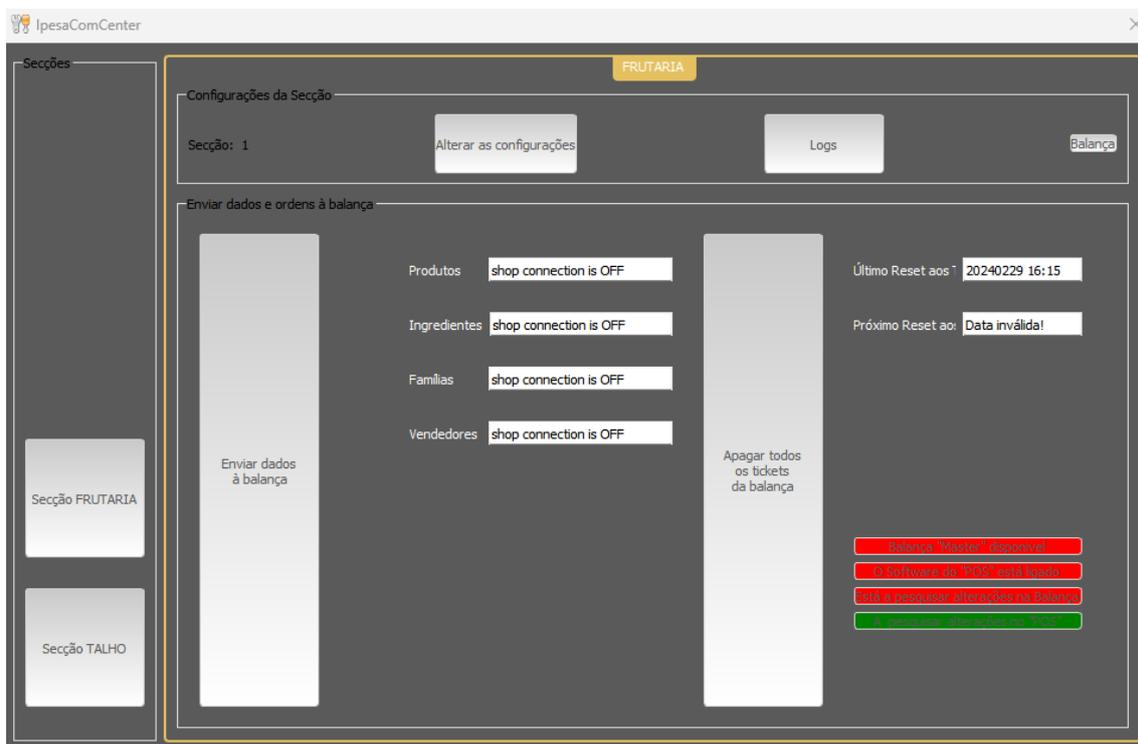

Figura 13 - Menu Principal do IComCenter.
- O botão da figura 13 serve para aceder as configurações da secção atualmente selecionada com vista a alteração do tipo de integração, **IP** da balança master, **IP** do software de faturação entre outras opções.
- Devemos primeiro no menu principal do IComCenter escolher a secção como mostrado na figura 13 e de seguida pressionar no botão “Open Configurations” como mostrado na figura 15.